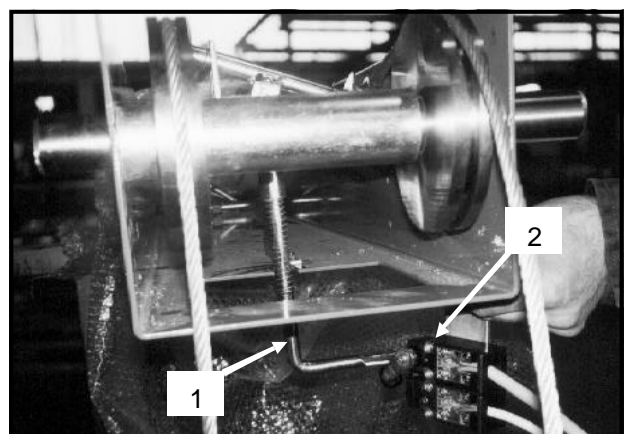

Fig. 17a
- nel caso dovesse verificarsi la rottura e/o l'allentamento delle funi di sincronismo interviene il sensore (rif. 1 Fig. 17a) applicato sulla trave superiore che aziona il microinterruttore di sicurezza funi e sicurezza salita (rif. 2 Fig. 17a).
- In case of a sudden, synchronized cables loosening and/or breaking, the sensor intervenes (ref. 1 Fig. 17a) on the upper beam action the microswitch safety cables and safety lift (ref. 2 Fig. 17a).